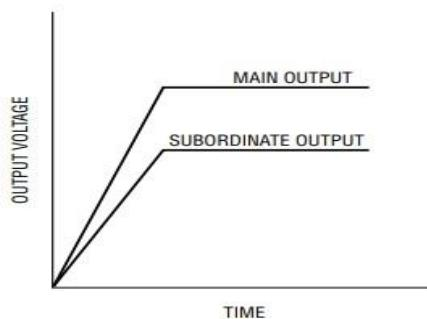
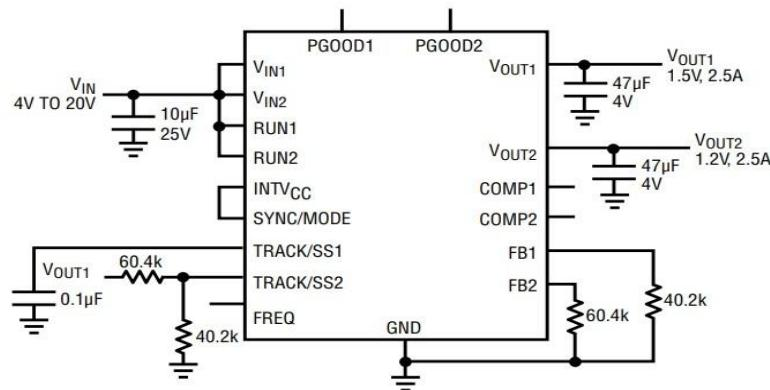

图 18 输出比例跟着波形
图 19 比例输出电压跟踪示例原理图
LKM4622B 是一款双输出独立非隔离开关模式 DC/DC 电源。它只需很少的外部输入和输出陶瓷电容器即可提供两个 3A 直流，3.5A 峰值输出电流。该模块提供双路精确调节输出电压，可通过两个外部电阻器在 4V~20V 输入电压范围内实现 0.6V~5.5V 的可编程输出电压。由于 INTV_{CC} 与 V_{IN} 相连，该模块能够在 3.3V 输入下运行。典型的应用示意图如图 19 所示。
其中 C_{ss} 是 TRACK/SS 引脚上的电容。在软启动过程中，电流折返和强制连续模式被禁用。当 TRACK/SS 悬空时，LKM4622B 的内部软启动时间为 $600\mu\text{s}$ 。输出电压跟踪也可以使用 TRACK/SS 引脚进行外部编程。输出可以用另一个调节器上下跟踪。图 18 和图 19 显示了比率跟踪的示例波形和原理图，其中从属调节器的输出压摆率与主调节器的输出压摆率成正比。由于从属调节器的 TRACK/SS 通过 RTR (TOP) /RTR (BOT) 电阻分压器连接到主输出端，其电压用于调节从属调节器。
RFB(SL)是反馈电阻，RTR(TOP)/RTR(BOT)是下级稳压器 TRACK/SS 引脚上的电阻分压器，如图 19 所示。根据上式，主设备的输出压摆率 (MR) 和从属设备的输出压摆率 (SR) (以伏特/时间为单位) 由下式确定：
重合输出跟踪可以被视为一种特殊的比率输出跟踪，其主输出转换率 (MR) 与从属输出转换率 (SR) 相同，波形如图 18 所示。